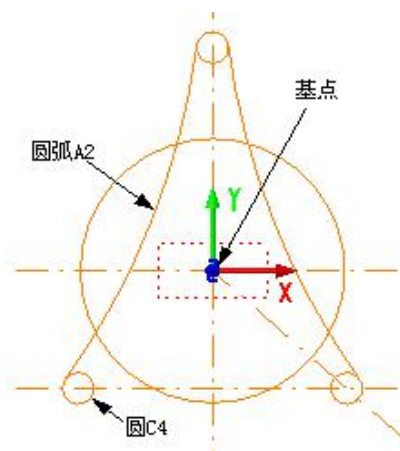

图 3-14 镜像线
- 8、镜像操作绘制圆弧 A2 和圆 C4：拾取圆弧 A1 圆 C3，点击“【变换(R)】->【镜像(I)】”菜单项，拾取坐标原点为基点设定镜像角度为 90 度，并勾选上 拷贝对象[Z]选项，绘制结果如图 3-14 所示；